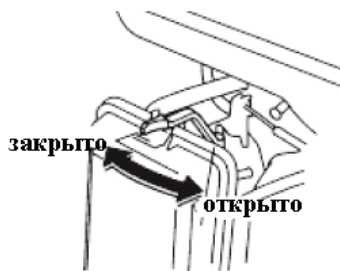
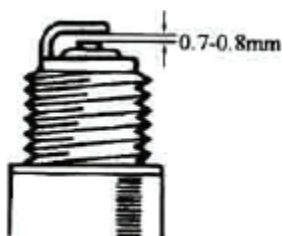

Рис.6. Положение рычага воздушной заслонки
Рис. 7. Регулировка зазора в свече зажигания
7.4.2. Закрыть воздушную заслонку карбюратора, переведя рычаг воздушной заслонки в крайнее левое положение «**закрыто**», см.рис.6.
- 8.7.1. Отстегнуть зажимы (2,3) крышки воздушного фильтра (1), см.рис.6, снять крышку и достать фильтрующий элемент (5), см.рис.7.